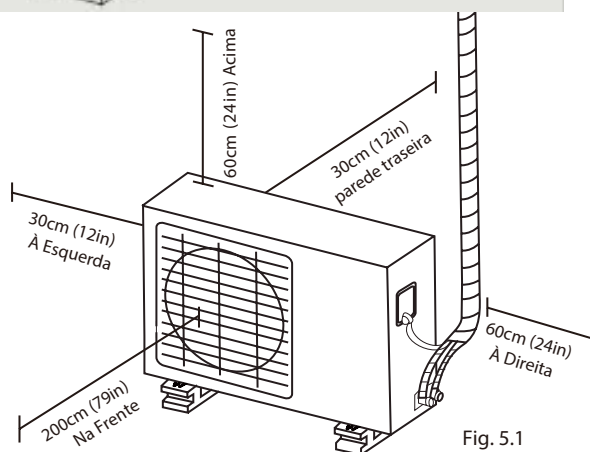

Fig. 5.1
- ✓ Cumpre todos os requisitos de espaço mostrados nos Requisitos de espaço de instalação (Fig. 5.1).